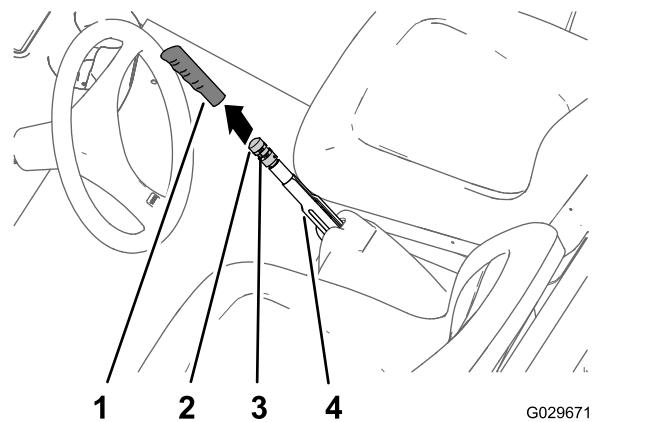

Figure 49
1. Enlevez la poignée du levier de frein du stationnement (Figure 49).
2. Desserrez la vis qui fixe le bouton de réglage sur le levier du frein de stationnement (Figure 49).
3. Tournez le bouton de réglage du frein jusqu'à ce qu'une force de 133 à 156 N (30 à 35 lb-pi) soit nécessaire pour serrer le levier du frein de stationnement (Figure 49).
4. Serrez la vis de fixation et remettez la poignée en place (Figure 49).
2. Desserrez la vis (Figure 49) qui fixe le bouton de réglage sur le levier du frein de stationnement, desserrez le frein de stationnement et desserrez le bouton de réglage.
5. Tournez le bouton de réglage du frein (Figure 49) jusqu'à ce qu'une force de 133 à 156 N (30 à 35 lb-pi) soit nécessaire pour actionner le levier du frein de stationnement.
- C. Tournez le bouton de réglage du frein (Figure 49) jusqu'à ce qu'une force de 133 à 156 N (30 à 35 lb-pi) soit nécessaire pour actionner le levier du frein de stationnement.
- Serrez la vis et remettez la poignée en place (Figure 49).